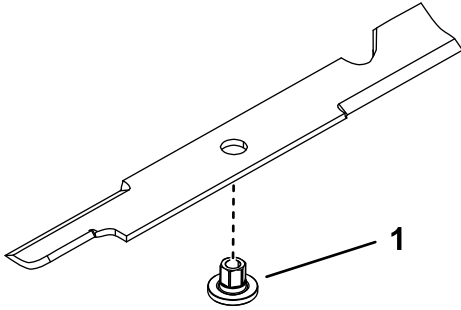

図 8
1. ブレードにブッシュを取り付けるブッシュのフランジが下地面側になるように取り付ける 図 8。